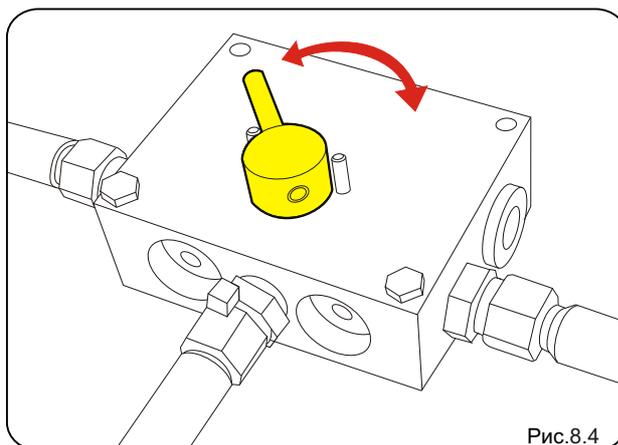

Рис.8.4
- 2) по отношению к опущенному кронштейну, переместите рычажок в противоположное положение (рис.8.4), затем, всегда действуя в гидравлическом распределителе трактора, опустите кронштейн.